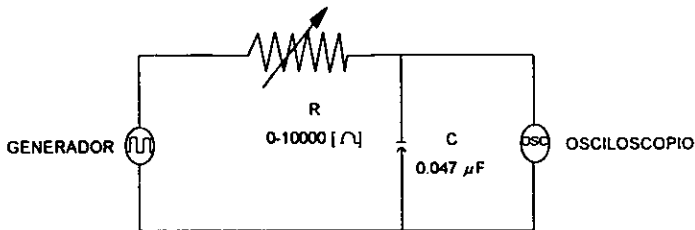

Figura 2
- Alambre el circuito de la figura 2